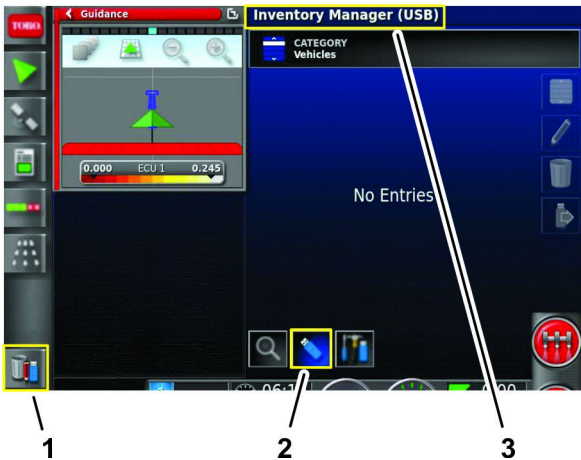

Figure 97
3. Appuyez sur l'icône Gestion d'inventaire (Figure 97).
4. Si le libellé du titre en haut de l'écran est Gestion d'inventaire (USB), appuyez sur l'icône Permuter l'affichage (Figure 97).